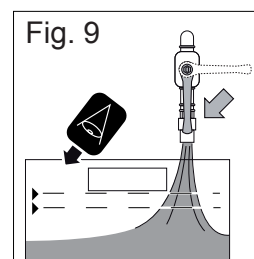

Fig. 9
2. Abra con moderación el grifo y controle visualmente el llenado del recipiente (Fig. 9).